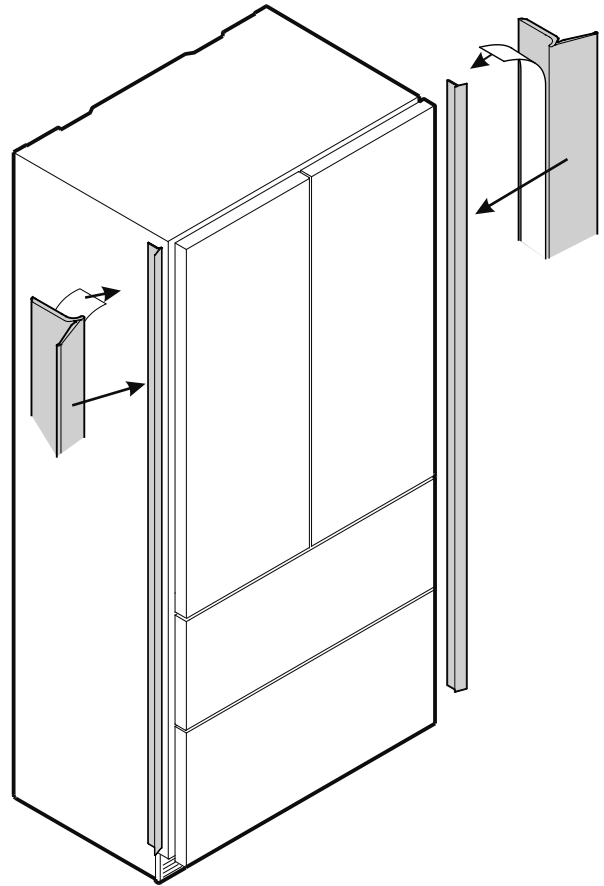

Figure 12
## Couvre-joints - Figure 12
- Oter la bande des couvre-joints et les coller sur le bord gauche et droit de la face de l'appareil (Figure 12).